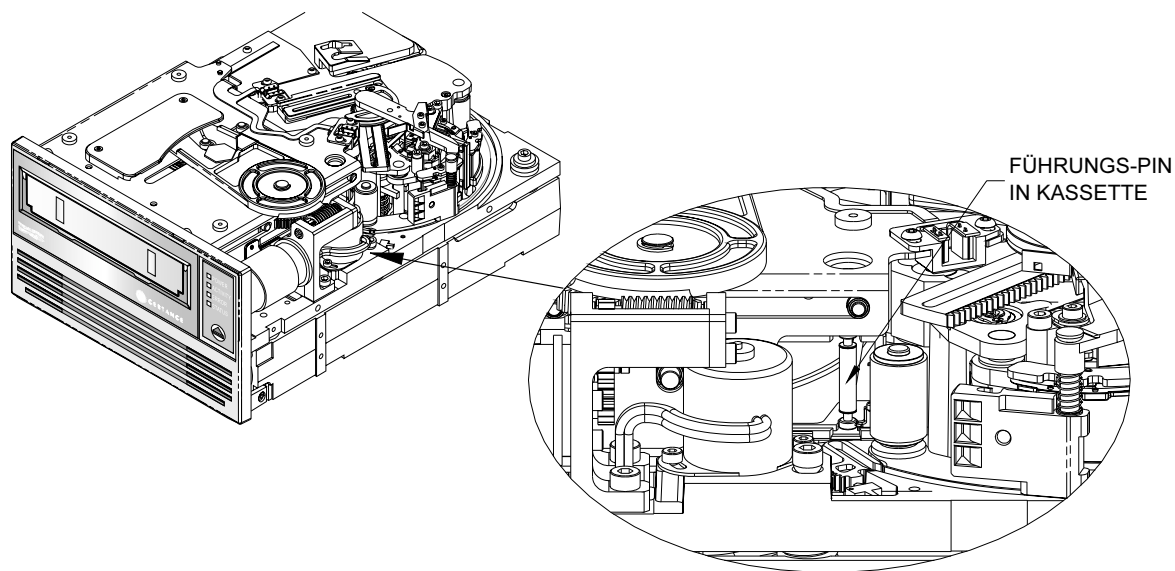

Abbildung 21. Diagramm von LTO-1- und LTO-2-Laufwerken mit Führungs-Pin in der LTO-Kassette (Band ist nicht auf Aufwickel-Hub eingefädelt)
- Wenn die Kassette geladen ist und der Führungs-Pin sich noch in der Kassette befindet (siehe Abbildung 21 auf Seite 81), fahren Sie mit "Kassette ist geladen und platziert" auf Seite 81 fort.
1. Überprüfen Sie, ob der Führungs-Pin sich immer noch in der Kassette befindet, wie in Abbildung 21 auf Seite 81 dargestellt. Wenn der Führungs-Pin aus der Kassette gezogen wurde und sich immer noch im Bandpfad befindet, folgen Sie den Schritten unter "Die Kassette ist geladen und mit eingefädelt Band eingesetzt" auf Seite 83.